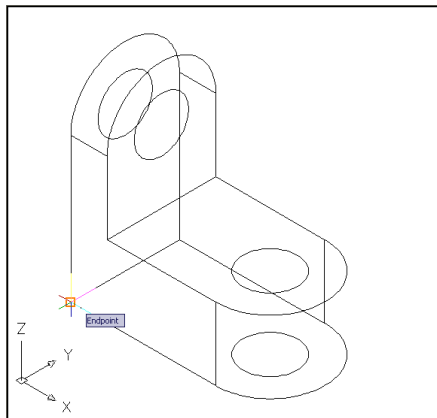

Рис. 11.2
3. Установлюємо курсор у вказаній вище точці (рис. 11.2).